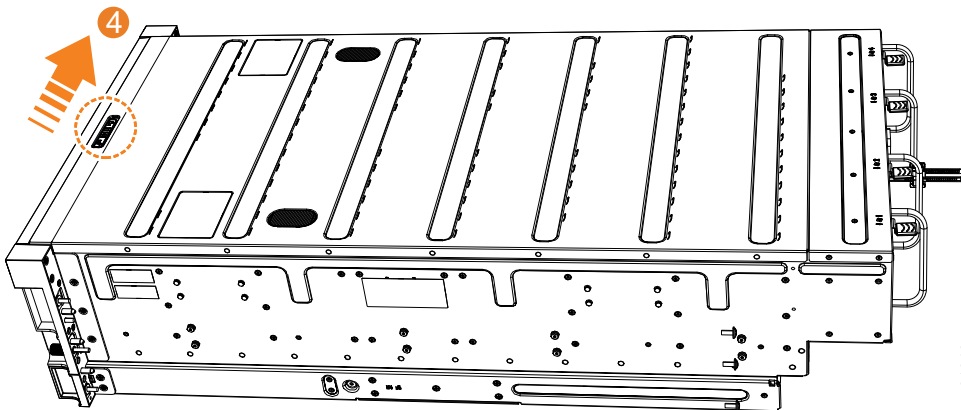

Figura 80. Bloqueo de la cubierta superior
5. Bloquee la cubierta en su sitio deslizando la palanca de liberación **4**, como se muestra en la Figura 80